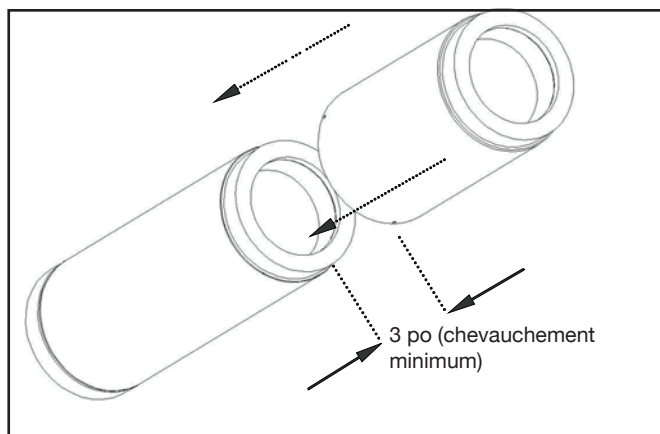

Figure 29A
Étape 1. Glisser la longueur Ajustable sur la longueur précédente jusqu'à la hauteur désirée. Elle doit chevaucher la longueur précédente d'au moins 3 po (Figure 29A).